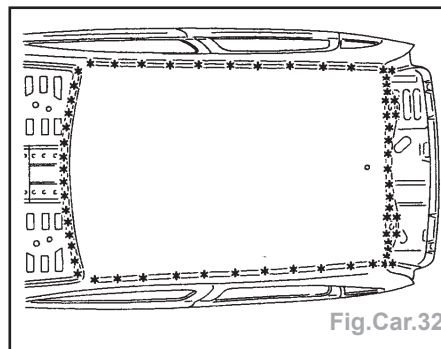

Fig.Car.32
- Dégraffer les points à l'aide d'une fraise de Ø 8 mm (Fig.Car.32).
- Souder par points électriques (Fig.Car.32).